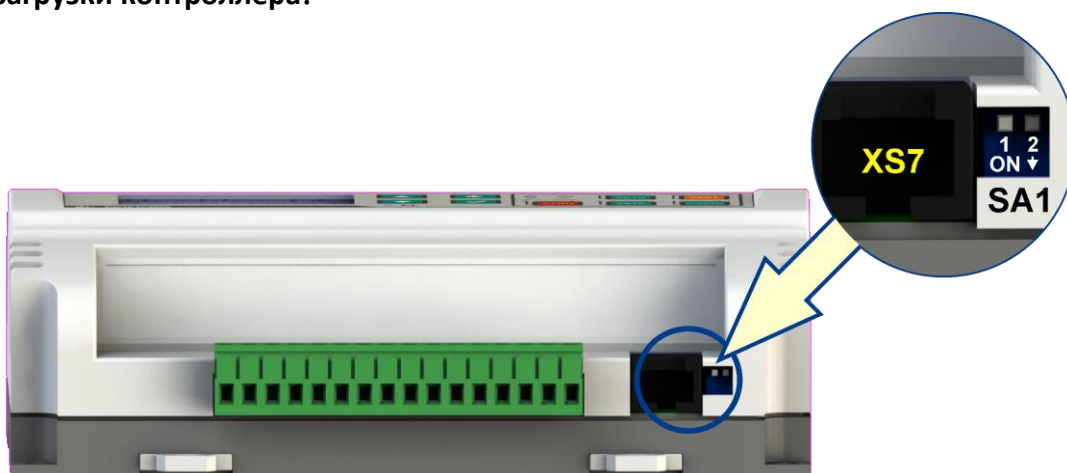

Рис. 5.23. Разъём XS7 и группа переключателей SA1 коммуникационного порта
SMS пароль используется в SMS командах (п. 5.11.2.1) для управления контроллером посредством GSM модема (п. 5.11.2), который может быть подключен к внешнему порту контроллера (разъём XS7, рис. 5.23). Для изменения пароля необходимо сначала ввести текущий пароль (рис. 5.19, а), используя кнопки **[БОЛЬШЕ]** или **[МЕНЬШЕ]**, и подтвердить его нажатием кнопки **[ОК]**, а затем необходимо ввести новый пароль (рис. 5.19, б) и нажать кнопку **[ОК]**. Начальный пароль по умолчанию - 0000.
Обмен данными контроллера с внешними устройствами осуществляется через коммуникационный интерфейс RS-485 (разъём XS7, рис. 5.23). Настройки коммуникационного порта определяются параметрами P100 - P103, а тип подключаемого устройства, протокол или сервис определяется параметром P104 в том случае, если переключатель SA1.2 (рис. 5.23, табл. 5.12) находится в верхнем положении (OFF). Если же переключатель SA1.2 находится в нижнем положении (ON), то настройки коммуникационного порта будут соответствовать параметрам по умолчанию, независимо от значений параметров P100 - P104 (табл. 5.10).